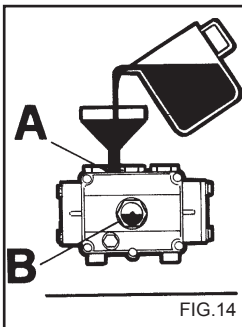

FIG.14
- 4 - Enroscar el tapón de desagüe e introducir el aceite por el orificio superior (fig. 14) hasta el nivel marcado en el indicador (fig. 14B).